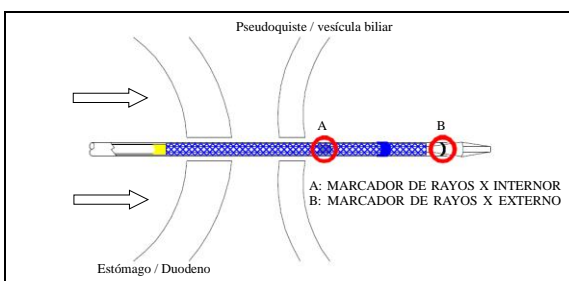

Figura 3
- Con guía fluoroscópica y endoscópica, introduzca el sistema de introducción por electrocauterización [HDS-10]. El marcador de rayos X interior ('A' en la figura 3) debe atravesar la pared del pseudoquiste o vesícula biliar.